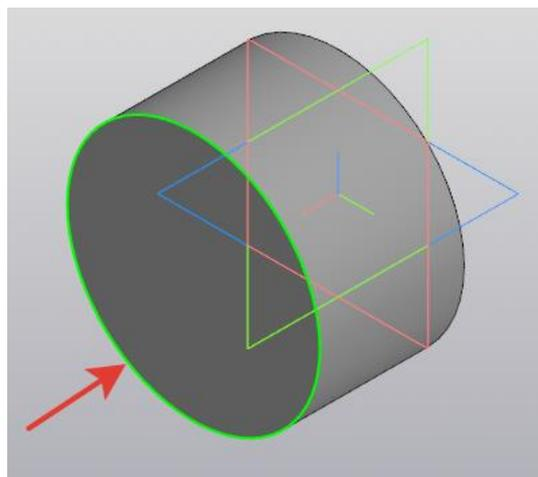

Рисунок 129.
4. Выберите наружную кромку цилиндра (рисунок 129).